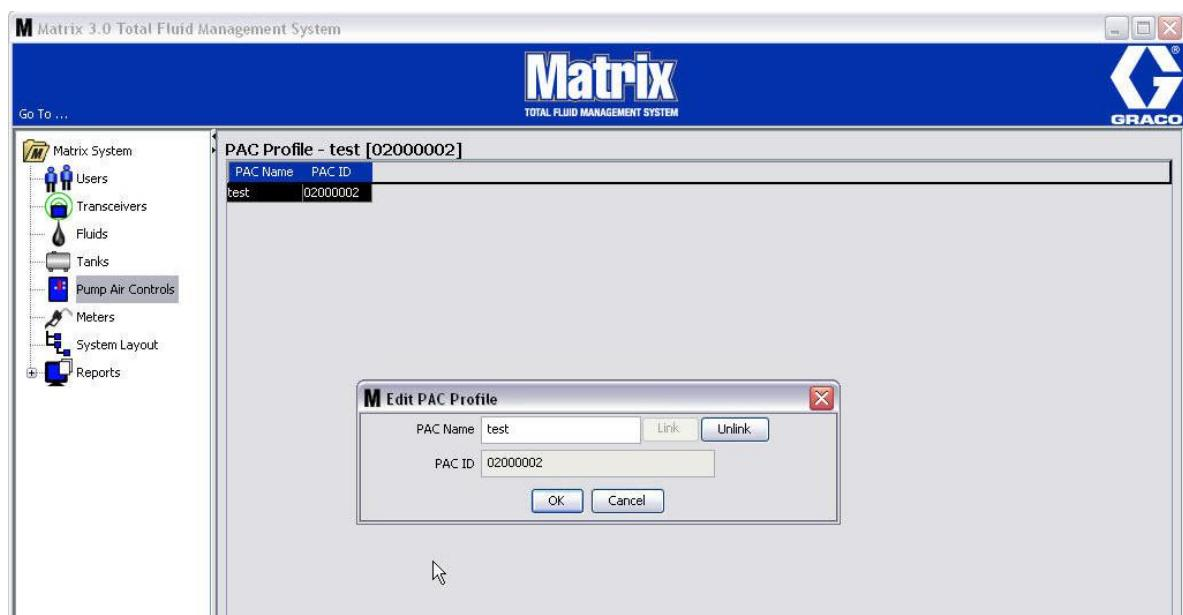

Рис. 84
8. Появится окно «Edit PAC Profile» [Редактировать профиль регулятора пневматического насоса] Рис. 84. Чтобы изменить имя регулятора пневматического насоса, укажите новое в поле «PAC Name» [Имя регулятора] и нажмите кнопку «OK» [OK], чтобы закрыть окно и сохранить изменения.